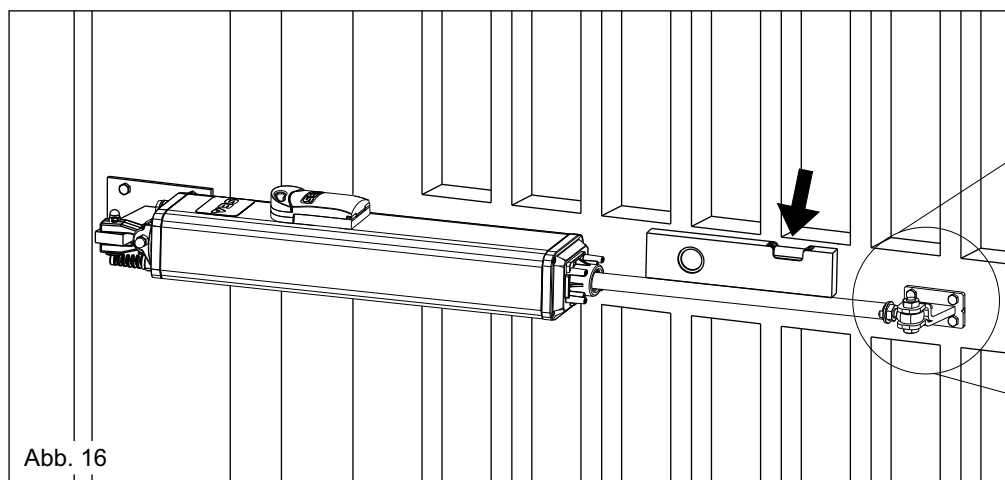

Abb. 16
- 4) Den Antrieb in eine komplett horizontale Lage bringen und dann die Position der Vorderbefestigung markieren (Abb. 16)